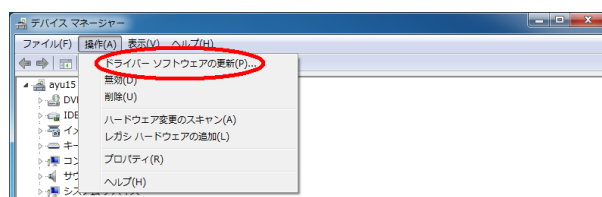

Fig.7: ドライバの再インストール
6. もう一度 VS-WRC003 のドライバを再インストールする (Fig. 7) .